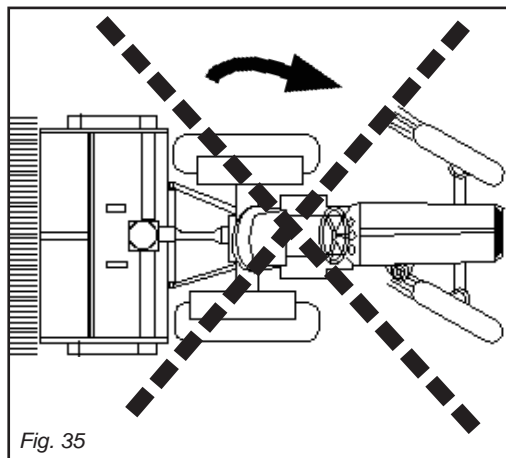
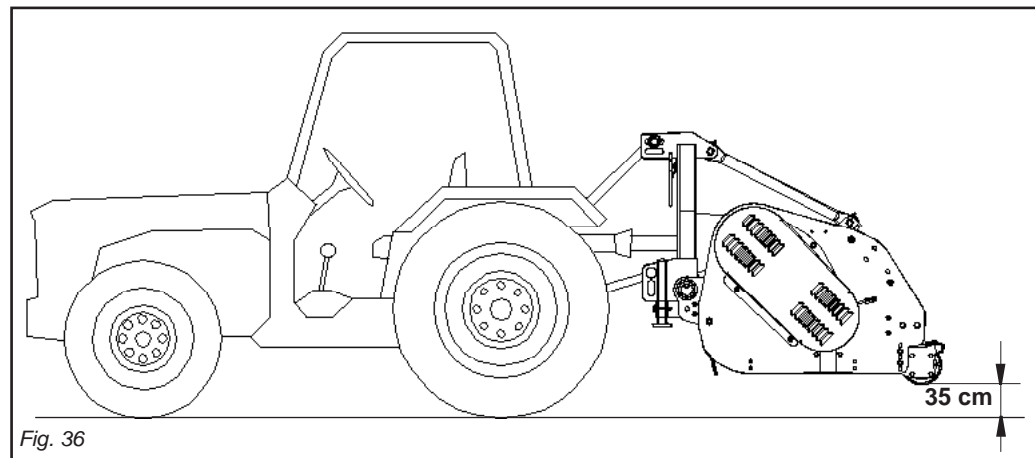

Fig. 35
Fig. 36
Sollevarla sempre per i cambiamenti di direzione e le inversioni di marcia (Fig.35). Durante il trasporto, e ogni qualvolta si renda necessario il sollevamento della macchina, è opportuno che il gruppo di sollevamento del trattore venga regolato in modo che la macchina stessa non sia sollevata da terra per più di 30÷35 cm circa (Fig. 36). Evitare di immettersi su strade pubbliche con la macchina sporca di terra, erba o quant'altro che produca sporcizia e/o intralcio al traffico stradale.
*Hæv altid maskinen op når der skiftes retning og når der bakkes (Fig. 35).*
*Ved transport eller hver gang det er nødvendigt at hæve udstyret, anbefales det at traktorens lift justeres sådan, at selve maskinen ikke hæves mere end ca. 35 cm fra jorden (Fig. 36). Undgå at køre på offentlig vej hvis maskinen er snavset pga. jord, græs eller andet, da dette kan falde ned på vejen og skabe trafikproblemer.*